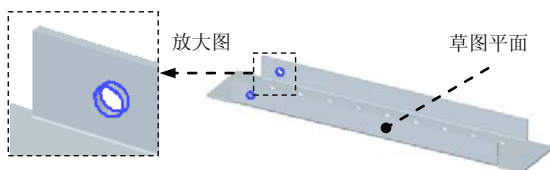

图 8.13.133 法向除料特征 2
Step7. 创建图 8.13.133 所示的法向除料特征 2。
(1) 选择命令。在“主页”功能选项卡“钣金”工具栏中单击  按钮，选择  法向除料命令。
(2) 定义特征的截面草图。
① 选取草图平面。选取图 8.13.133 所示的模型表面为草图平面。